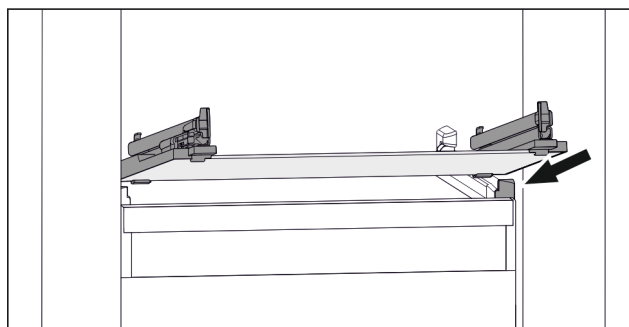

Fig. 110 Representación de la placa de vidrio a modo de ejemplo
- ▶ Coloque la placa de vidrio inclinada detrás de los topes. (consulte Fig. 110)